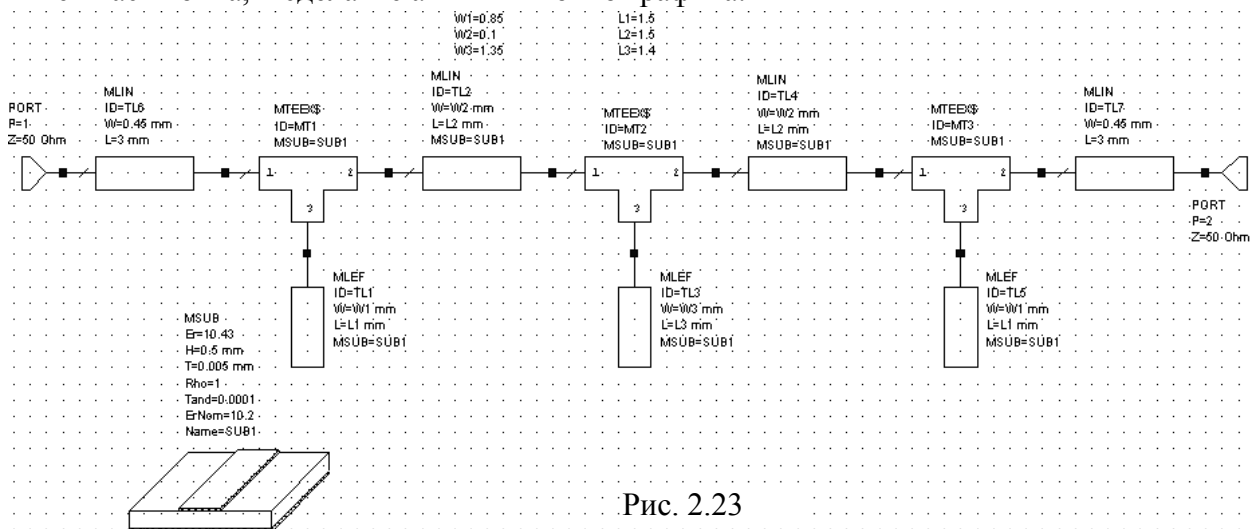

Рис. 2.23
5. Установите курсор на входной порт, нажмите левую кнопку мышки и подключите порт ко входу схемы. Аналогично подключите порт к выходу схемы. Полученная схема показана на рис. 2.23.